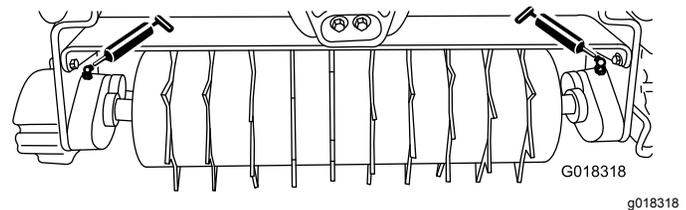

Figura 6
Lubrifique os 2 bocais de lubrificação (Figura 6) em cada unidade de arranca-grampos após cada 15 horas de funcionamento utilizando um lubrificante multiusos à base de lítio n.º 2. Para obter melhores resultados, utilize uma pistola de lubrificação manual.
2. Aplique lubrificante nos rolamentos do veio do arranca-grampos até sentir pressão (Figura 6).